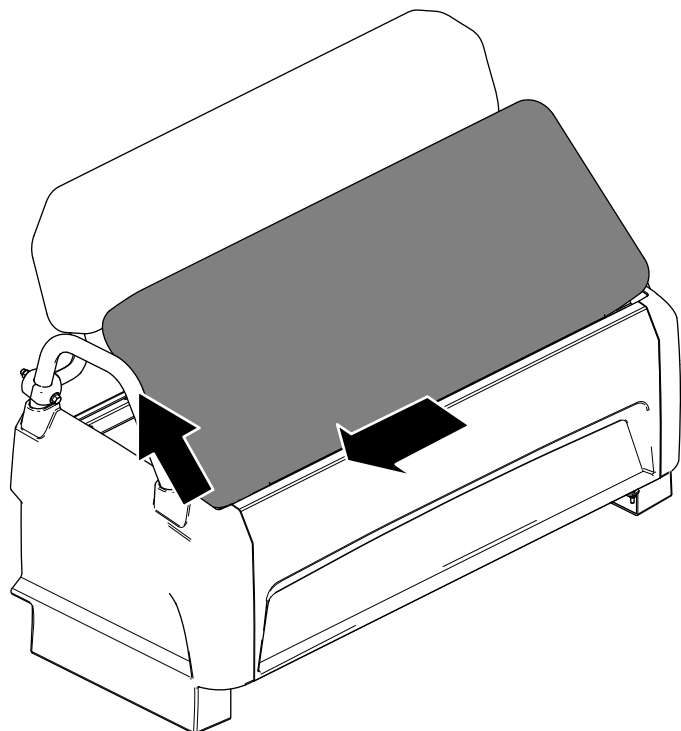

Bild 35
2. Schieben Sie das Kissen zur Seite aus den Stiften und heben Sie das Kissen an (Bild 35).